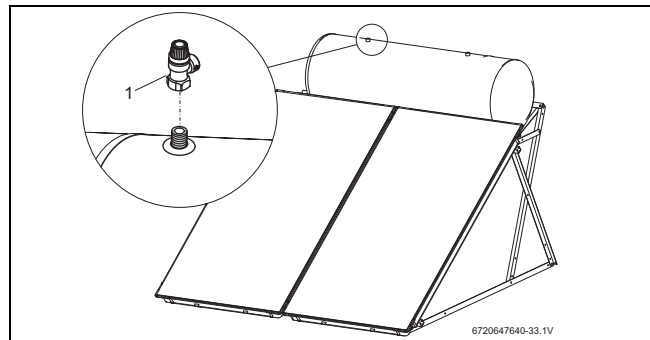

Fig. 82 Montar la válvula de seguridad de la parte solar
- ▶ Montar la válvula de seguridad (2,5 bar) (Fig. 82, [1]) para la parte superior del acumulador.